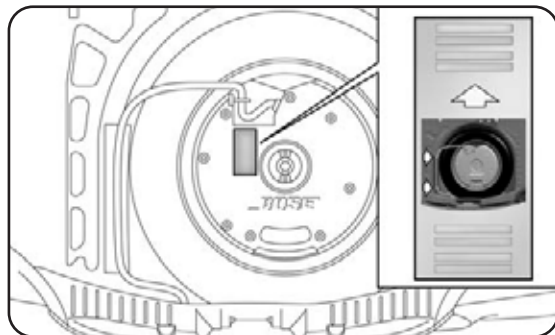

fig. 11
- riposiziona il contenitore (con la freccia in avanti) nella sua sede e appoggia il Subwoofer su di esso, avendo cura di sistemarlo come da indicazioni presenti sul contenitore (fig. 11) in modo che la scritta "BOSE" sia posizionata nel senso corretto di lettura;